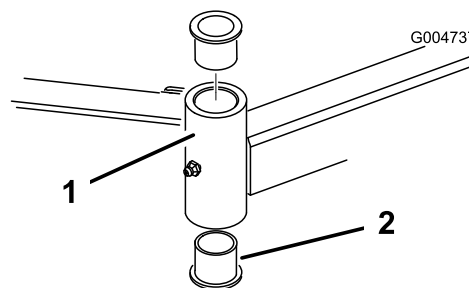

Figura 22
4. Inserte un botador fino en la parte superior o inferior del tubo de montaje y dé golpes hasta que salga el casquillo del tubo (Figura 22).